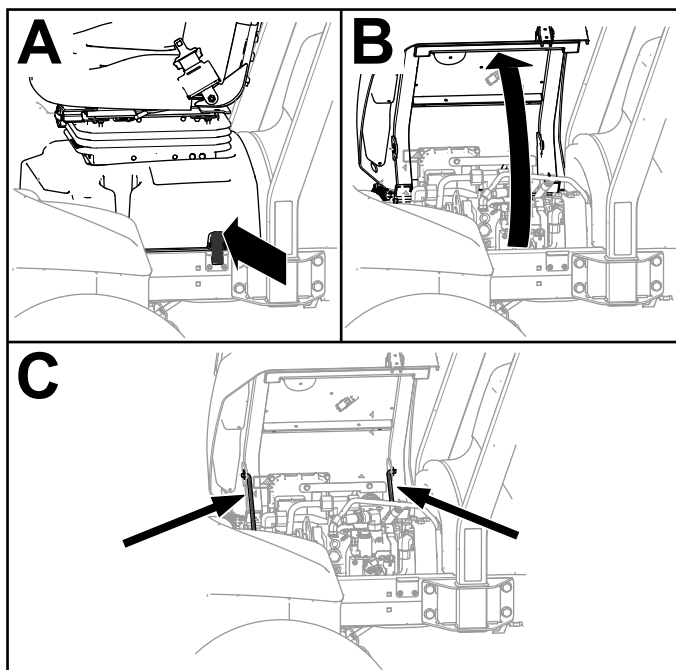

**Figura 93**
2. Desenganche la base del asiento, incline el asiento y la base para abrirlos, y coloque las varillas de sujeción (Figura 93).